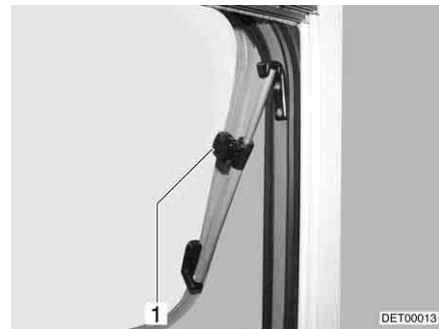

Fig. 92 Claraboya con soportes giratorios, abierta
- Abrir la claraboya hasta la posición deseada y fijarla con el botón moleteado (Fig. 92,1).
- Girar el botón moleteado (Fig. 92,1) hasta que se libere el bloqueo.